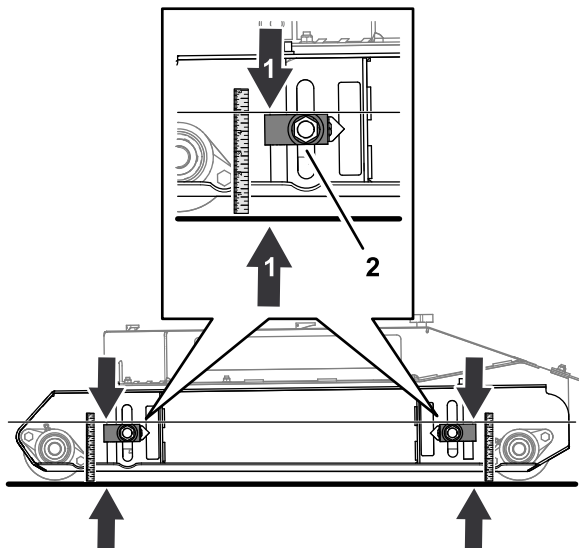

図 79
1. 刈高アジャスタブロックを固定しているナットをゆるめる 図 79。
2. 刈高アジャスタを上下させて、刈高アジャスタブロックの上面から床面までの距離が 124 mm になるように調整する 図 79。